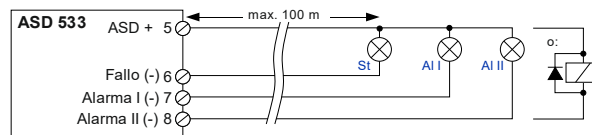

Fig. 39 Conexión de las salidas OC
- Si se conectan dispositivos inductivos (p. ej., relés), deberá instalarse un diodo libre directamente en el dispositivo (**Fig. 39**).